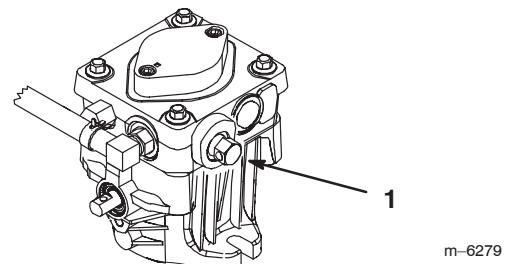

Figure 21
- Tournez les vannes de dérivation d'un tour dans le sens anti-horaire pour pousser la machine. Cela permet au liquide hydraulique de contourner la pompe et aux roues de tourner (Fig. 21).
Tournez les vannes de dérivation dans le sens horaire pour faire fonctionner la machine normalement (Fig. 21).